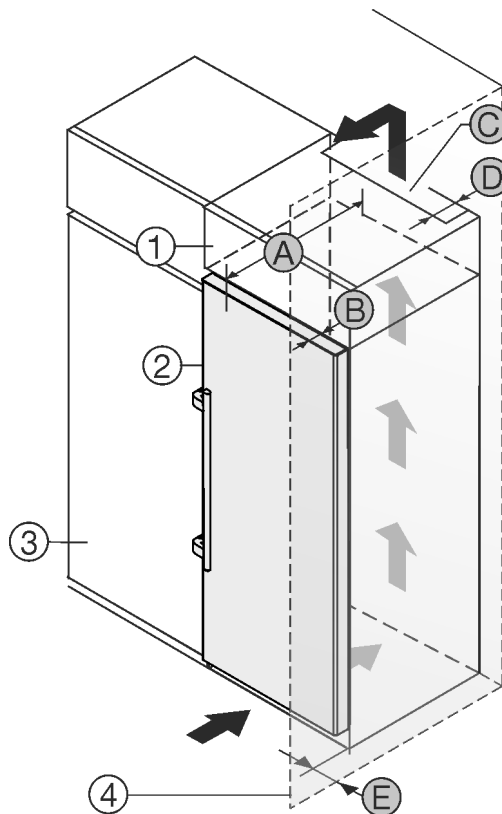

Fig. 2
- (1) Дополнительный шкафчик *
- (2) Устройство *
- (3) Кухонный шкаф *
- (4) Стена *
- (A) Глубина устройства *
- (B) Глубина двери *
- (C) Вентиляционное сечение *
- (D) Расстояние до обратной стороны устройства *
- (E) Расстояние до стороны устройства *
Вы можете установить устройство непосредственно рядом с кухонным шкафом Fig. 2 (3).
На задней стенке дополнительного шкафчика должен быть вентиляционный канал с глубиной Fig. 2 (D) по всей ширине этого шкафа.
Нужно соблюдать вентиляционное отверстие Fig. 2 (C) под нижней панелью.
Если устройство устанавливается на шарнирах у стены Fig. 2 (4), то расстояние между устройством и стеной должно быть не менее 57 мм. Это соответствует расстоянию, на которое выступает ручка при открытой двери.
Чтобы можно было полностью открыть дверь, устройство должно выступать на глубину двери Fig. 2 (B) относительно передней стенки кухонного шкафа. В зависимости от глубины кухонных шкафов Fig. 2 (3) и использования пристенных распорок устройство может выступать и больше.